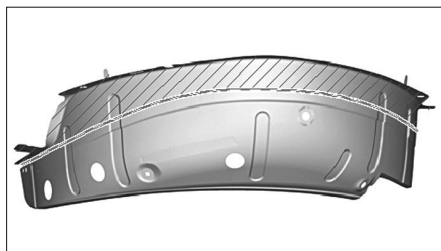

FIG. 153
- Reporter la ligne de coupe sur la pièce neuve et procéder au découpage (Fig.153).